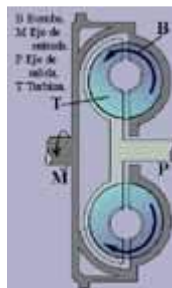

Fig. 23
**Régimen de revoluciones medio (fig. 23)**